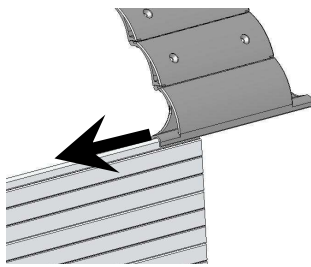

fig. 3
5. Positionner les DVA aux deux extrémités à 10 cm du bord du tablier (voir fig 3). Si le repère nécessite plus de 2 DVA, les répartir de façon homogène sur l'axe
7. Fixer les DVA avec les vis TF 5 x 10 livrées dans le colisage (*voir fig. 3*)